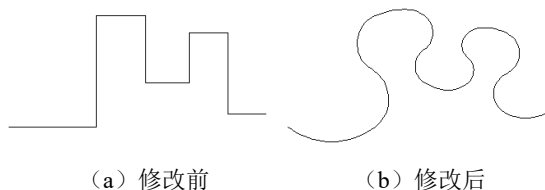

图 2-35 生成圆弧拟合曲线
(4) 拟合(F): 从指定的多段线生成由光滑圆弧连接而成的圆弧拟合曲线, 该曲线经过多段线的各顶点, 如图 2-35 所示。